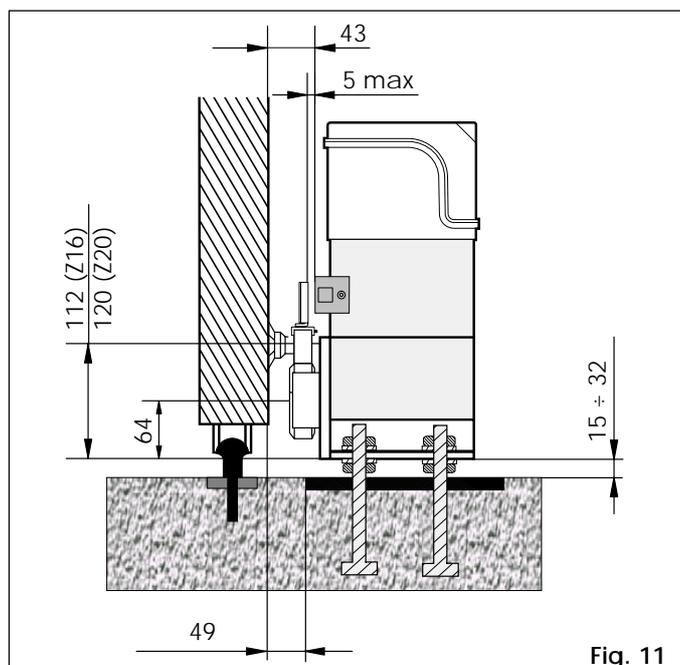

Fig. 11
- 4) Ajuster la hauteur des pieds et la distance par rapport au portail comme indiqué Fig. 11.